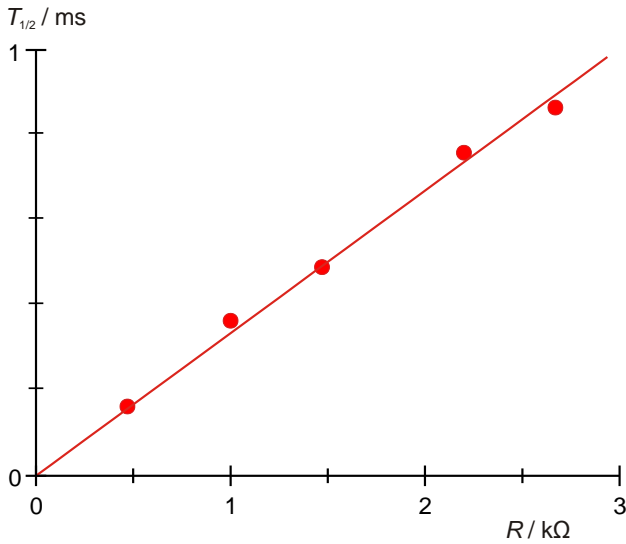

Fig. 5 Tiempo de vida media $T_{1/2}$ en dependencia con la resistencia R .
- Los tiempos de vida media $T_{1/2}$ de la Tab. 3 se llevan a un diagrama en contra de la resistencia óhmica R y se hace pasar entre ellos una recta que pase por el origen (Fig. 5).
- Para la comprobación de la ecuación (3) se determina la capacitancia C a partir de la pendiente de la recta m_c .
- Los tiempos de vida media $T_{1/2}$ de la Tab. 5 se anotan en contra de los productos $R \cdot C$ de la Tab. 5 en un diagrama y se hace pasar entre ellos una recta que pase por el origen (Fig. 5).
- Para comprobar la ecuación (3), de la pendiente de la recta se determina el factor de proporcionalidad $\ln 2$.